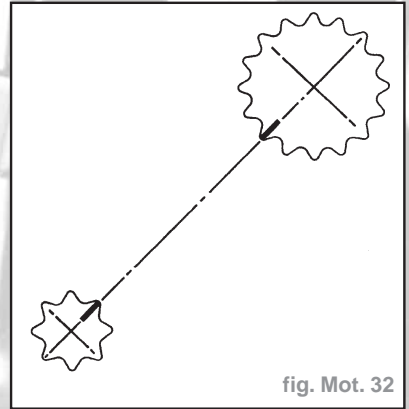

fig. Mot. 32
- Dans cette position, contrôler l'alignement des repères du vilebrequin et de l'arbre à cames du groupe A (fig. Mot. 32).